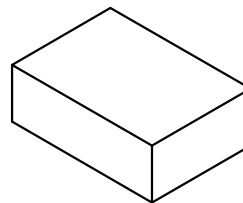

图3 内盒包装
- 2: 如图3, 每内盒装10小袋, 装盒后贴上物料标签, 数量为10X1000pcs。